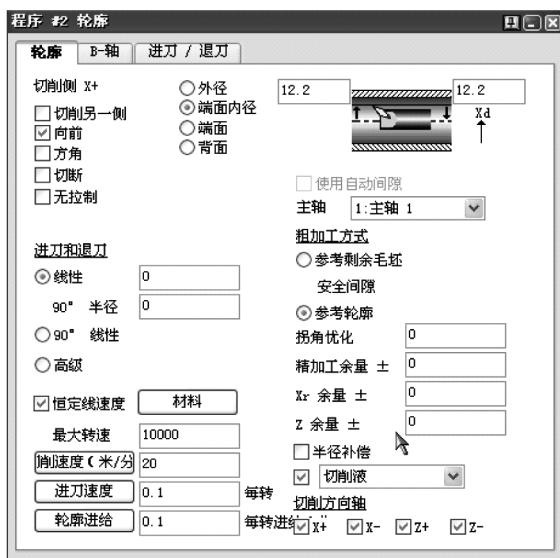

图 6-10 精车程序
4) 第二个工序为#3 刀具的精车程序，如图 6-10 所示。